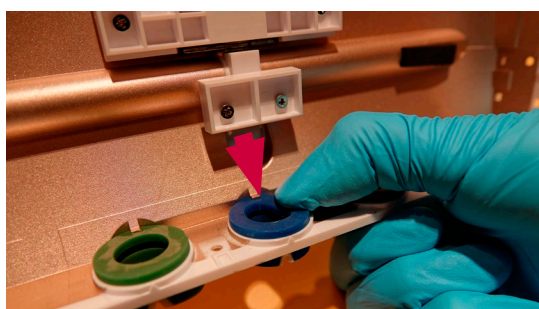

図20 破損したカラーリングの取り外し
- a) 損傷したカラーリングを押して取り外します(図20)